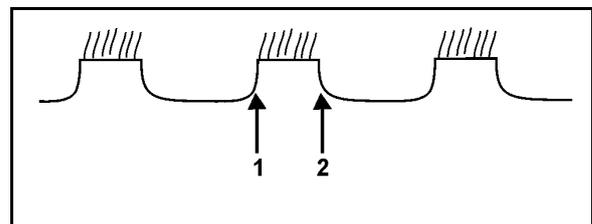

Fig. 44
- 1. Scheibenreihe nach rechts verstellen und erneut kontrollieren (Fig. 44):